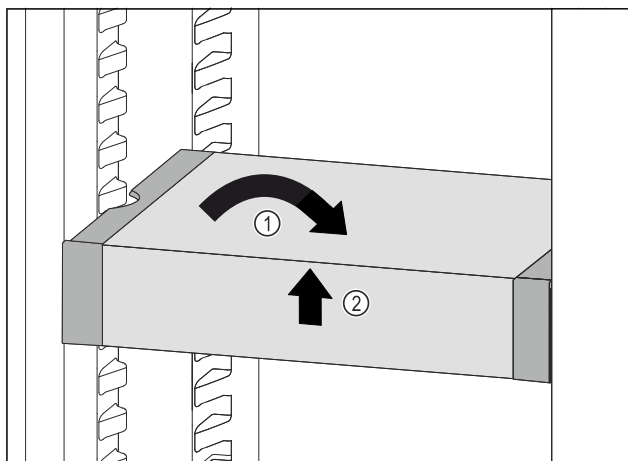

Fig. 110
- ▶ Predal VarioSafe postavite ravno. Fig. 110 (1)
- ▶ Predal VarioSafe dvignite spredaj. Fig. 110 (2)